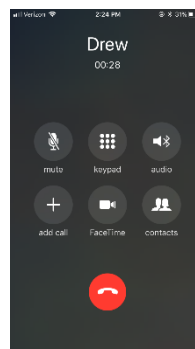

Figure 16
3. Une fois que le téléphone commence à sonner, l'écran indiquera que les processeurs sont la source audio active (Figure 16).